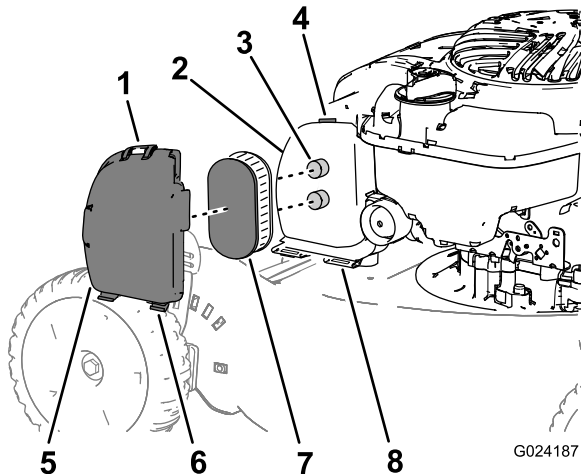

Figura 15
1. Premete la linguetta superiore sul coperchio del filtro dell'aria (Figura 15) e aprite il coperchio.
2. Togliete l'elemento del filtro dell'aria (Figura 15).